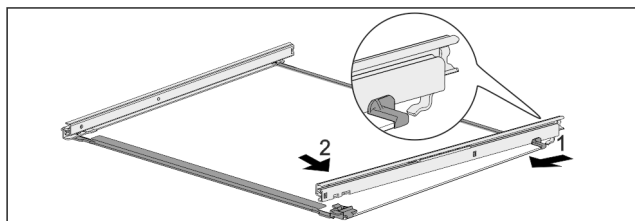

Fig. 140 Placa de sticlă cu șine
- ▶ Agățați șina în partea din spate. Fig. 140 (1)
- ▶ Înclișetați șina în partea din față. Fig. 140 (2)